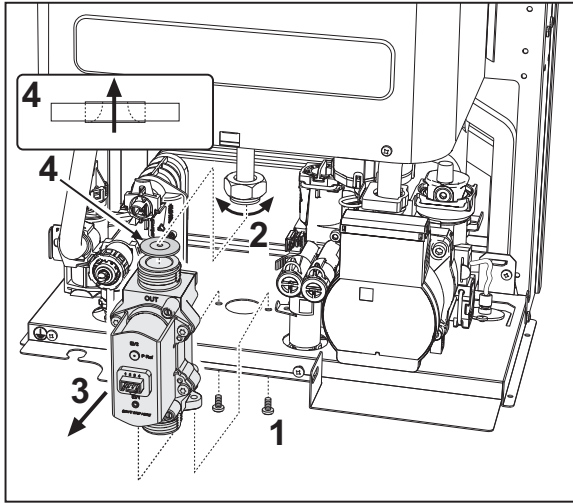

fig. 29- Sustitución de la válvula de gas
- **El diafragma de gas "4" debe respetar el sentido indicado en fig. 29.**